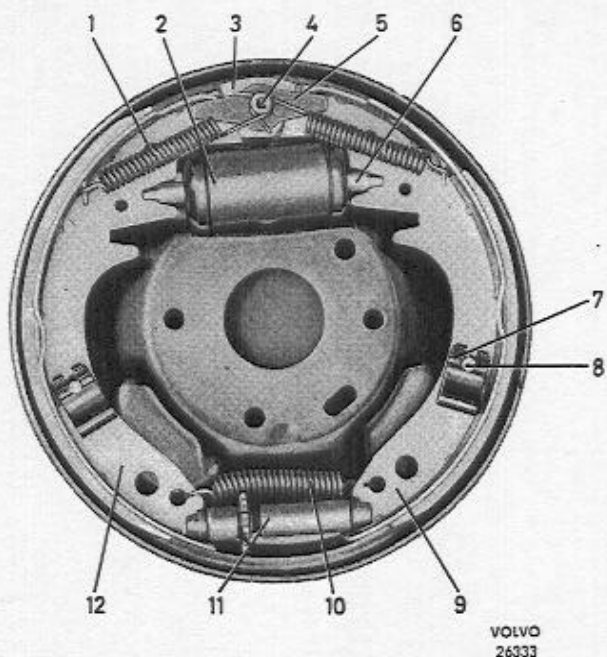
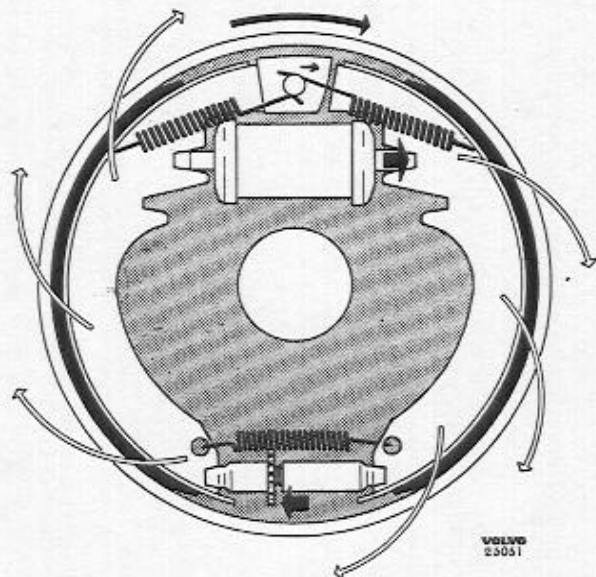

Abb. 9 Radbremse, spätere Ausf.,
Abb. 12 Ansetzen der Radbremse
Bei der späteren Ausführung der Trommelbremsen sind die Bremsbacken (12 und 9, Abb. 9) im Bremsträger durch Führungsbolzen (8) und federnde Klemmen (7) beweglich befestigt. Die
Druckstange (6) nach außen gegen die Bremsstrommel. Durch die Reibung zwischen Bremsstrommel und Bremsbelag hat die Bremsbacke das Bestreben, der Drehrichtung der Bremsstrommel zu folgen. Durch die flexible Befestigung der Bremsbacken wird die Primärbremsbacke (9) nach unten und die Sekundärbremsbacke (12) nach oben mitgenommen, bis ihr oberes Ende den Zentrierblock berührt, siehe Abb. 12. Dadurch, daß der Drehpunkt der Sekundärbremsbacke im Ankerbolzen (4, Abb. 9) und das Drehzentrum der Primärbremsbacke in der Einstellanordnung liegt, so wird die Reibung zwischen Trommel und Belag beim Ansetzen mithelfen, siehe Abb. 12. Dies wird durch die Tendenz der Primärbremsbacke, der Drehrichtung der Bremsstrommel zu folgen, unterstützt, was gleichzeitig bewirkt, daß die Sekundärbremsbacke mit verstärktem Druck angezogen wird.
dauer erreichen, sind die hinteren Bremsbacken der Vorderräder (Sekundärbremsbacken) mit dickeren, exzentrischen Grundbelägen versehen. Radbremsen dieser Ausführung waren am Anfang mit längeren Belägen, als die in Abb. 9 und 11 gezeigten, versehen.